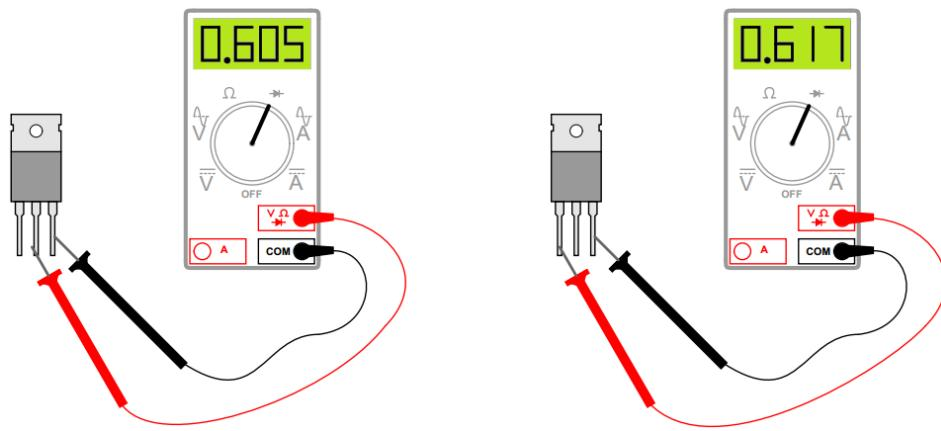

Figura 4. Fonte: <http://www.ibiblio.org/kuphaldt/socratic/output/bjt0.pdf>
**Questão 12 – Com base nas medidas indicadas na Figura 4, responda: o transistor é NPN ou PNP?**